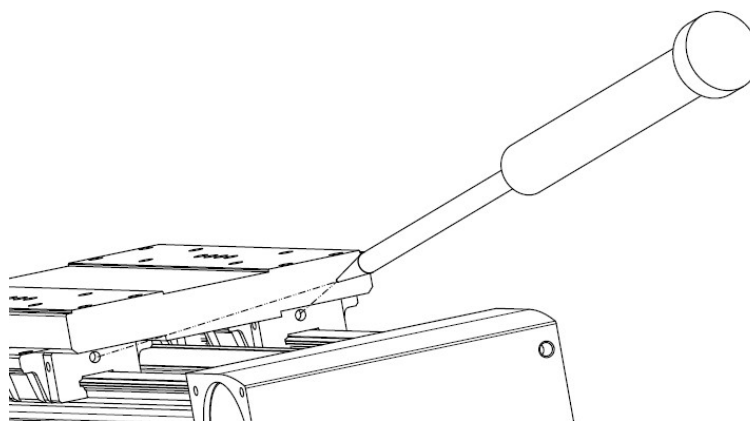

Рисунок 13 – Смазка модуля
- 3) Если направляющая загрязнена, протереть её чистой мягкой безворсовой салфеткой без использования чистящих средств, а затем прижать шприц к смазочному отверстию шариковой направляющей, ввести смазку для подшипников качения с обеих сторон, слева и справа (см. рисунок 13);